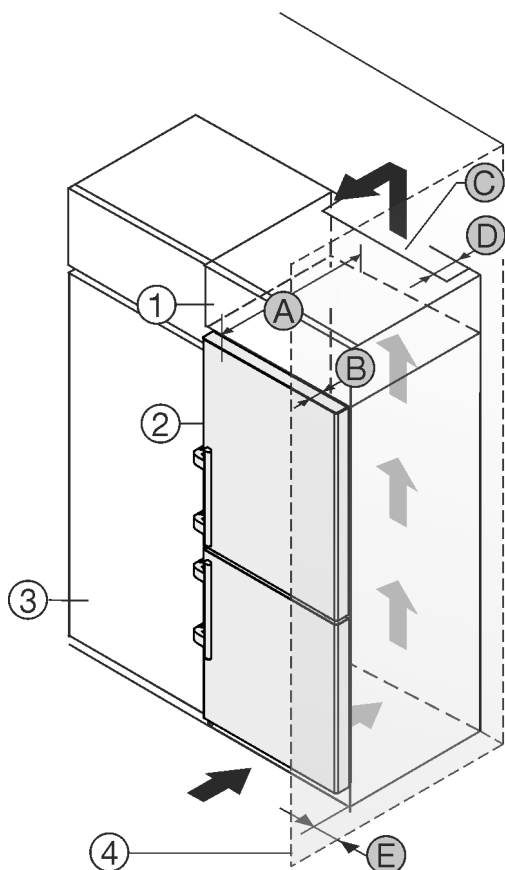

Fig. 47
El aparato se puede rodear de armarios de cocina. Para adaptar el aparato Fig. 47 (2) a la altura de la cocina, se puede instalar un armario Fig. 47 (1) correspondiente sobre el aparato.
El aparato puede colocarse directamente junto al armario de cocina Fig. 47 (3). Para poder abrir totalmente la puerta, el aparato debe sobresalir sobre la profundidad Fig. 47 (B) del frente del armario de cocina. El aparato puede sobresalir más en función de la profundidad de los armarios de cocina y del uso de los distanciadores de pared.
- En la parte trasera del armario superior debe haber una cámara de escape de aire con una profundidad Fig. 47 (D) por toda la anchura del armario.
- Bajo el techo de la habitación debe mantenerse la sección transversal de ventilación Fig. 47 (C).
Si el aparato se instala con las bisagras junto a una pared Fig. 47 (4), debe mantenerse la distancia Fig. 47 (E) entre el aparato y la pared. Esto equivale al saliente del tirador con la puerta abierta.